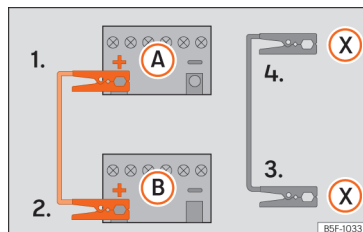

Abb. 211 Anschlussplan für Fahrzeuge mit Start-Stopp-System.
Starthilfekabel nur in folgender Reihenfolge anklemmen **1 > 2 > 3 > 4** »» (Abb. 211).
Fahrzeuge mit Start-Stopp-System: Klemmen Sie ein Ende des schwarzen Starthilfekabels (X) an einen geeigneten Masseanschluss, ein massives, fest mit dem Motorblock verschraubtes Metallteil oder an den Motorblock selbst »» (Abb. 211).
5. Klemmen Sie das andere Ende des schwarzen Starthilfekabels (X) im Fahrzeug mit der entladenen Batterie an ein mit dem Motorblock verschraubtes, massives Metallteil oder an den Motorblock selbst, aber so weit wie möglich von der Batterie A entfernt an.